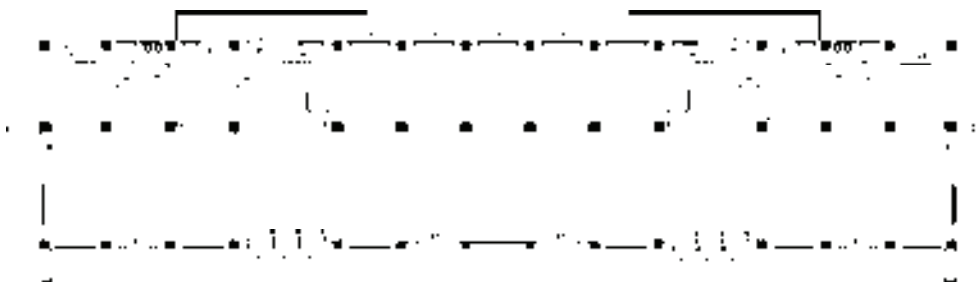

图 15-55 绘制挡墙
10) 绘制挡墙。调用“矩形”命令，绘制尺寸为 2360mm×720mm 的矩形；调用“偏移”命令，设置偏移距离为 60mm，向内偏移矩形，绘制图形的结果如图 15-55 所示。